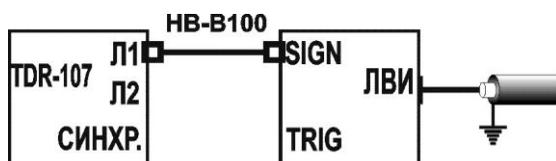
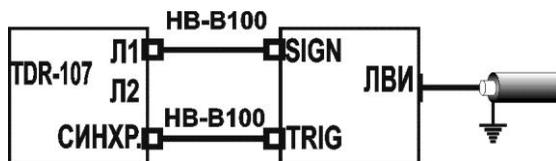

Рисунок 6-6 Схема соединения с ЛВИ: синхронизация по входу «Л1»
Рисунок 6-7 Схема соединения с ЛВИ: синхронизация по входу «СИНХР.»
- в) подключить переходные кабели на задней панели прибора согласно рис. 6-6 или рис. 6-7;